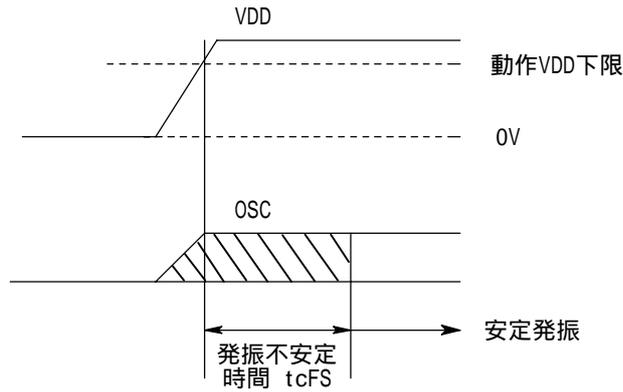

図4 発振安定時間
- (注1) 図4の発振回路および保証定数で内部発振させた場合、発生する発振振幅まで許容するものとする。